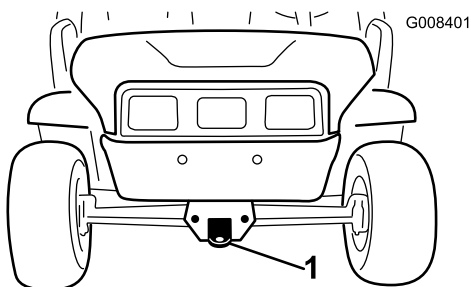
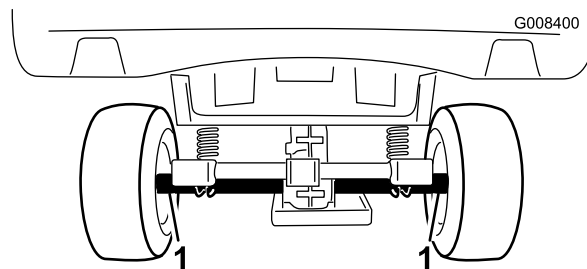

Figura 20
Figura 21
Utilice un remolque para mover la máquina a gran distancia. Asegúrese de que la máquina está firmemente sujeta sobre el remolque. Consulte en Figura 20 y Figura 21 la ubicación de los puntos de amarre.
2. Conecte un cable de remolque al punto de remolque, en la parte delantera del bastidor de la máquina (Figura 20).